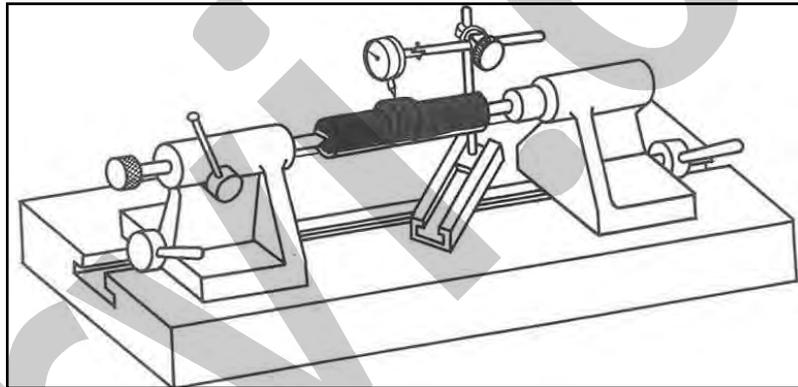

Figura 39 – Verifica dell'eccentricità del pezzo.
4. **Se necessario, verificare l'eccentricità del pezzo**, utilizzando un comparatore e facendo ruotare lentamente il pezzo (a mano) dopo averlo fissato tra le punte (vedere la Figura 39).